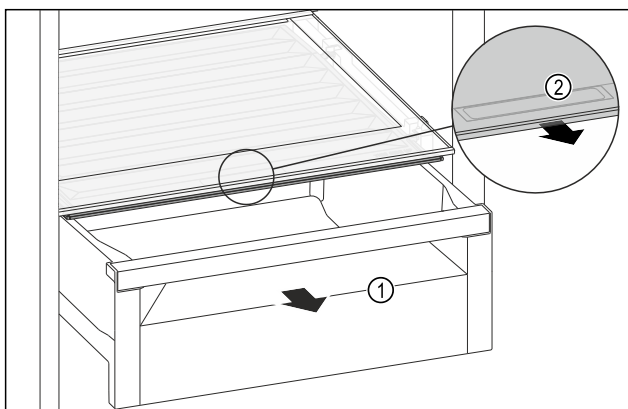

Fig. 84
- Schubfach Fig. 84 (1) herausziehen.
- Griffmulde Fig. 84 (2) am Fachdeckel anfassen und Fachdeckel gleichzeitig nach vorne ziehen.